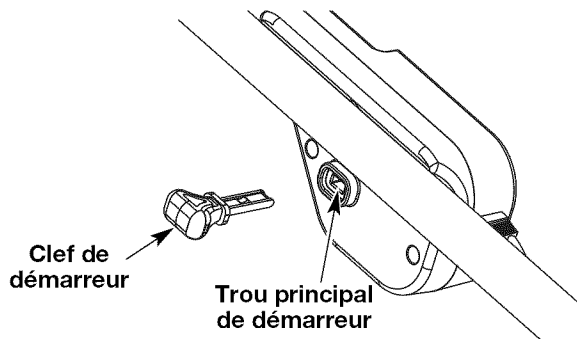

Fig. 4
2. Placez la clef de commutateur dans le trou principal de commutateur (Fig. 4)